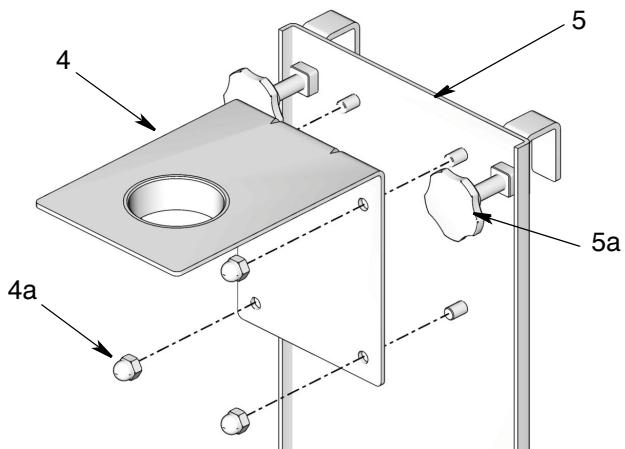

Рис. 11
- Соберите два элемента скобы насоса 4 и 5, как показано на Рис. 11, с помощью четырех гаек (4a) (входят в комплект).